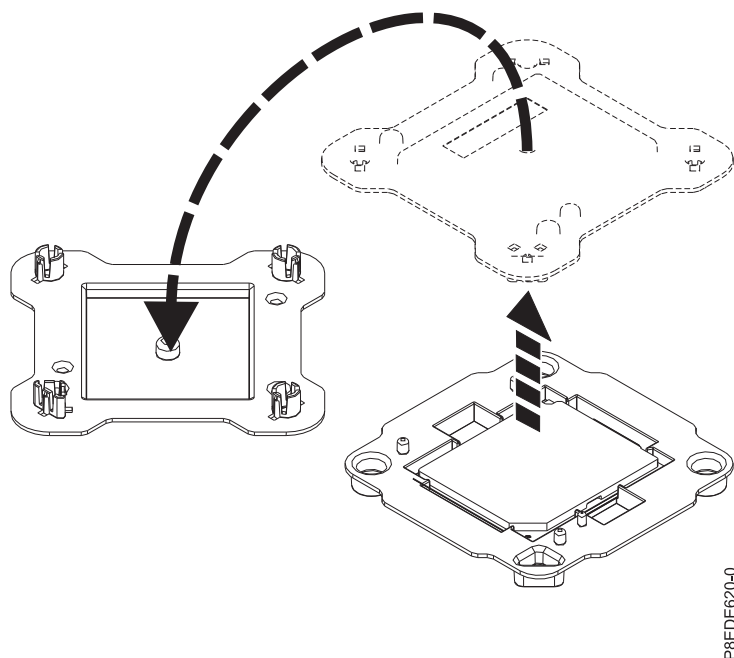

Figure 75. Ouverture de l'emballage du module processeur système
2. Ouvrez l'emballage du nouveau module processeur système et placez le couvercle à l'envers près du bac, comme illustré dans la figure 75. Le couvercle est utilisé pour le module processeur système que vous remplacez.